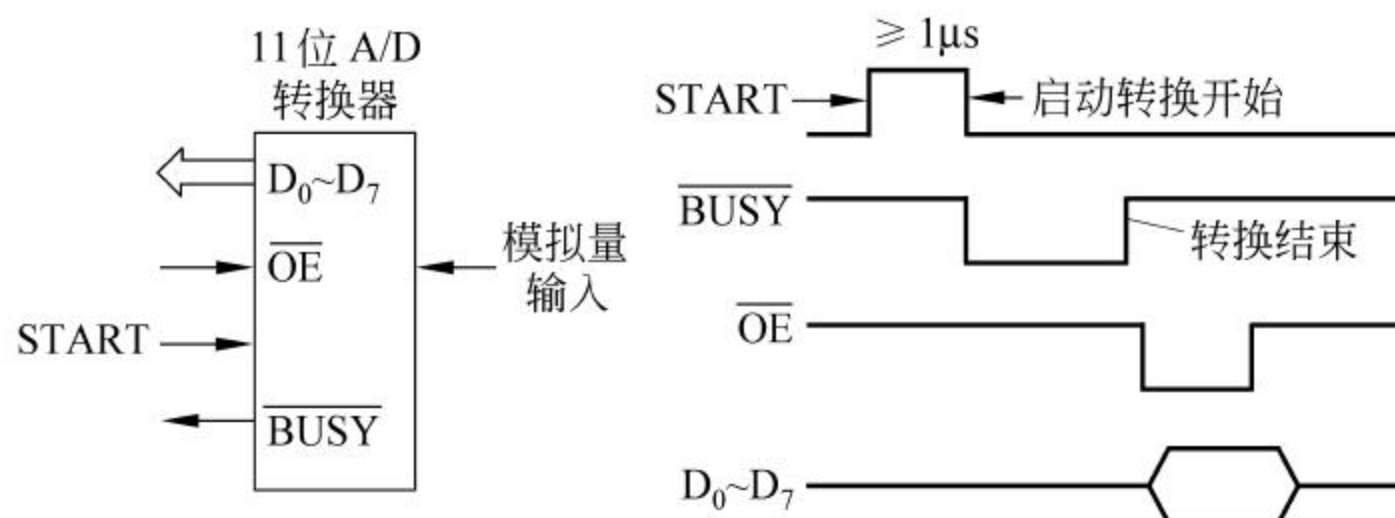

图 8-2 11 位 A/D 的引线及时序
8.14 某 11 位 A/D 转换器的引线及工作时序如图 8-2 所示,利用不小于 $1\mu\text{s}$ 的后沿脉冲(START)启动转换。当 $\overline{\text{BUSY}}$ 端输出低电平时表示正在转换, $\overline{\text{BUSY}}$ 变高则转换结束。为获得转换好的二进制数据,必须使 $\overline{\text{OE}}$ 为低电平。现将该 A/D 转换器与 8255 相连,8255 的地址范围为 $03\text{F}4\text{H} \sim 03\text{F}7\text{H}$ 。试画线路连接图,编写包括 8255 初始化程序在内的、完成一次数据转换并将数据存放在 DATA 中的程序。